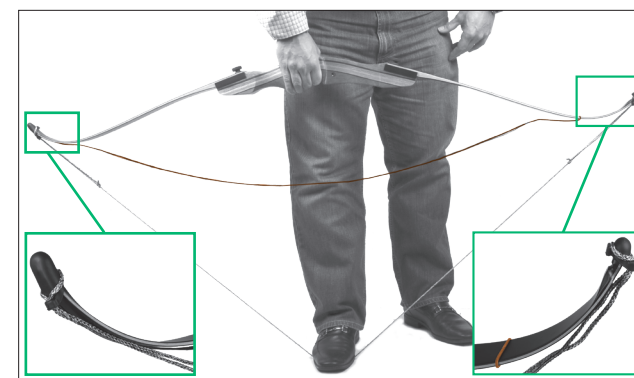

FIGURE 3
- À l'aide de la corde de l'arc recurve fournie, glissez le grand bout de la corde en l'insérant sur l'extrémité de la branche inférieure de l'arc et le petit bout de la corde sur l'extrémité de la branche supérieure de l'arc (Fig. 3) (Ceci peut varier en fonction du modèle de corde d'arc recurve que vous avez choisi. Toujours suivre les directives écrites du fabricant de la corde de l'arc).